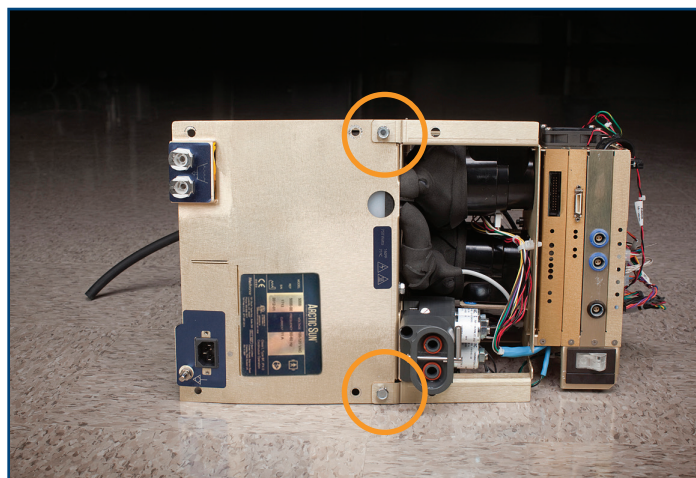
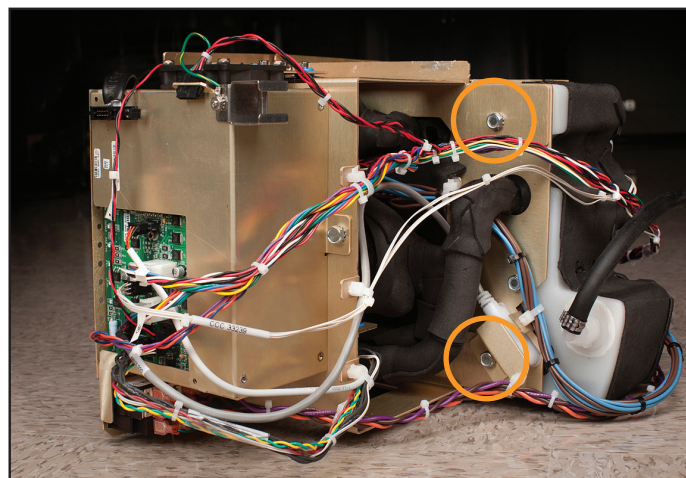

Fig. 8-24 Composants Internes avant leur séparation en deux sections (vue de face)
Fig. 8-25 Composants internes (vue arrière) ; les cercles indiquent les boulons à retirer (étape 1)
1. Retirer les quatre boulons selon les indications (voir Figure 8-24 et Figure 8-25).